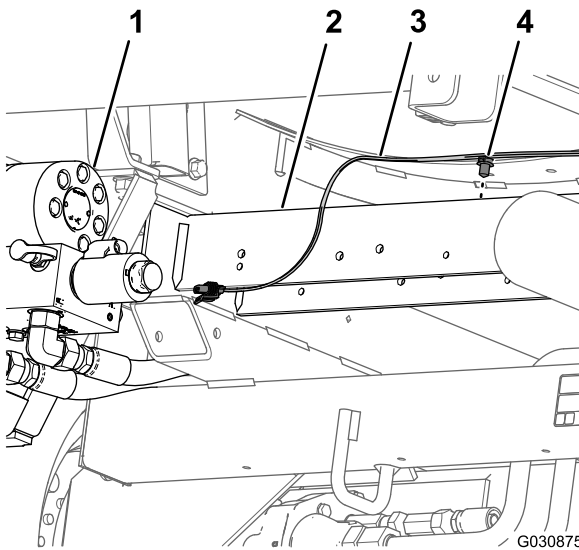

Bild 28
7. Entfernen Sie die Einsteckbefestigung, mit der der hintere Kabelbaum (Bild 28) in den Löchern im hinteren Querrohr (hinter den Hydraulikantriebsmotoren) befestigt ist.